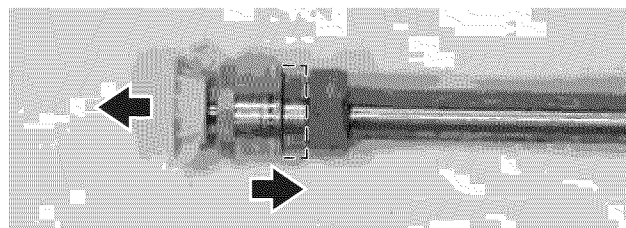

Figura 25 – Instalación de boquilla
2. Deslice el acoplador hacia la pistola atomizadora (ver Figura 25).
3. Empuje la boquilla en el acoplador y empuje el acoplador hacia fuera de la pistola atomizadora (ver Figura 25). La boquilla se bloqueará en el lugar. Tire ligeramente de la boquilla para verificar que esté bloqueada en el lugar.